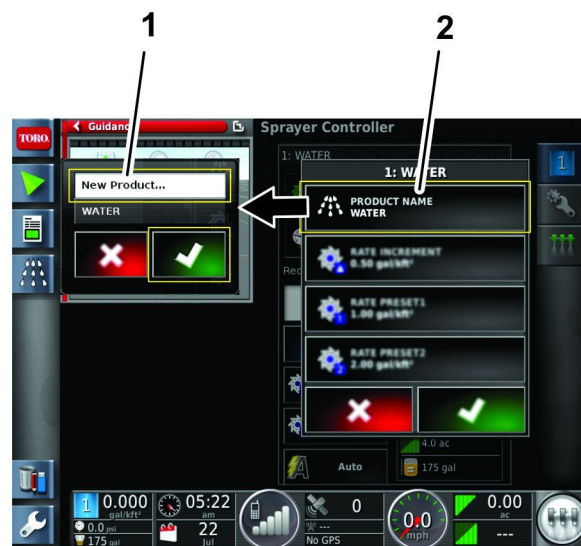

Figure 27
5. Dans la fenêtre de configuration de produit, appuyez sur l'icône de la LISTE DE SÉLECTION DE PRODUITS (Figure 27).
6. Appuyez sur l'icône NEW PRODUCT... (nouveau produit), puis appuyez sur l'icône de confirmation (Figure 27).